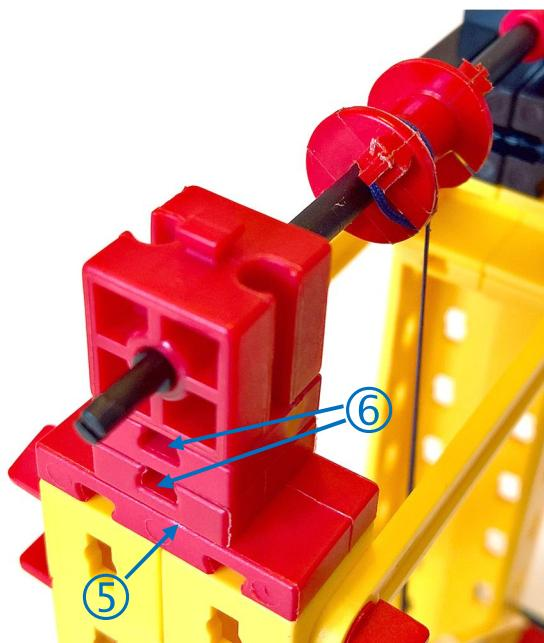

Abb. 5: Zweite Lagerung der Achse
6. Der BS15 mit Bohrung auf der anderen Seite der Achse sitzt ganz genau an der richtigen Position: In der Höhe sitzen zwischen ihm und den Statikträgern genau die 15 mm, die beim Powermotor durch die BS15 entstehen: Ein Baustein  $15 \cdot 30 \cdot 5$  mit drei Nuten und zwei Bausteinen 5 ergeben genau die richtige Höhe (⑤ in Abb. 5).
8. Der BS15 mit Bohrung kann auch nicht seitlich verrutschen, weil die Nuten der BS5 sorgfältig parallel zur Achse ausgerichtet sind (⑥ in Abb. 5). In Längsrichtung der Achse hat dieser Baustein nie Kräfte aufzunehmen, aber in Querrichtung könnte das schon passieren. Wenn wir Bausteine so einsetzen, dass die Kräfte, die auf sie wirken, quer zu ihren Nuten verlaufen, kann der darin steckende Zapfen vom nächsten Baustein also nicht verrutschen.